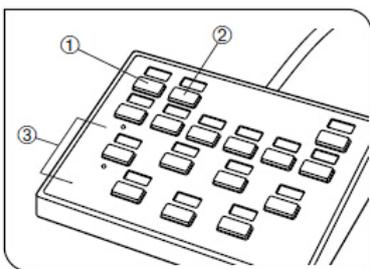
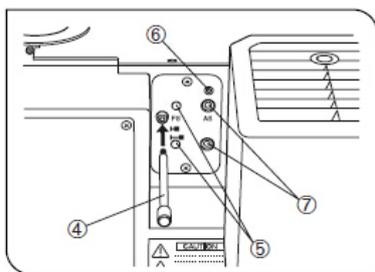

图 4
图 5
(图 4)
(图 4 和 5)
### 3 对中孔径光阑 (AS) (图 4 到图 6)
★ 孔径光阑已被照明器上的对锁螺丝⑥ (图 5) 锁定。对中之前，请一定要用照明器附带的六角改锥 (3 毫米) 拧松螺丝，解锁孔径光阑。
1. 按下手动开关的 BF 按钮①，选择反射光明场光路。
2. 按下手动开关的物镜按钮③ (图 4)，把 10×物镜转入光路，将样品放在样品平台上，对样品粗略聚焦。
3. 卸下目镜，从目镜筒中观察，按下手动开关的 AS 按钮⑧，将孔径缩小为大约 70%。
4. 如果孔径光阑中心偏移，使用六角改锥，转动两个孔径光阑对中螺丝⑦ (图 5)，并调节，以对中孔径光阑。